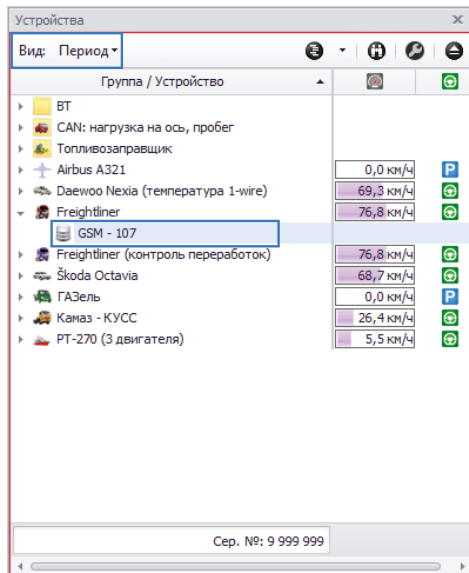

Рис.21. Просмотр данных за период.
- для построения трека за произвольный интервал времени выбрать в Селекторе устройств вид списка «Период» (Рис.21).